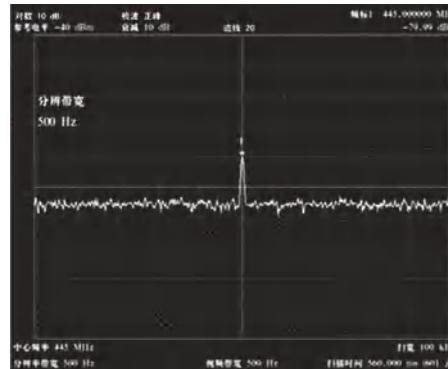

图3-16 打开迹线平均测量小信号
- 将迹线平均功能打开。按【带宽】键、[迹线平均 开启关闭]，设置平均次数为20。随着平均程序对轨迹进行平均，小信号越来越清晰。激活平均功能默认平均次数是100次。见下图3-16所示。